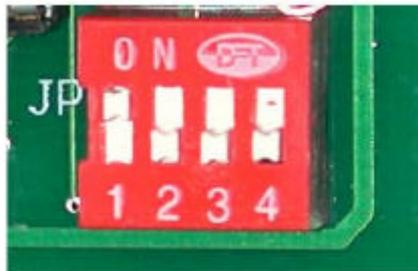

图 1
首先将仪器立起, 打开键盘下的小盖板, 则可以看见微机板, 在微机板右下角上装有 DIP 拨动开关, 上有四只白色的拨动钮 (见图 1)。自左至右编号为 1、2、3、4, 拨向“ON”为 (1), 反之为 (0), 则可通过下表的组合方式来改变波长修正值, 从而使仪器的波长误差控制在允许范围内。